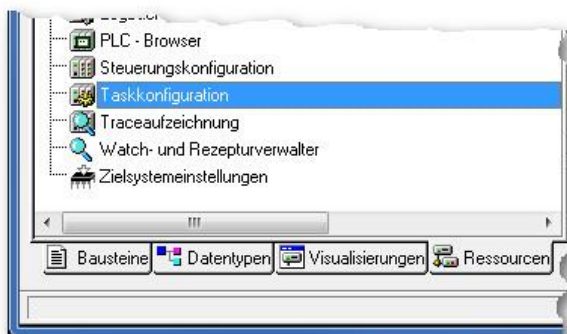

Abb. 4-8: Ändern der Taskkonfiguration
- Sie können den Dialog *Taskkonfiguration* aufrufen unter *Ressourcen* → *Taskkonfiguration* (Abb. 4-8).